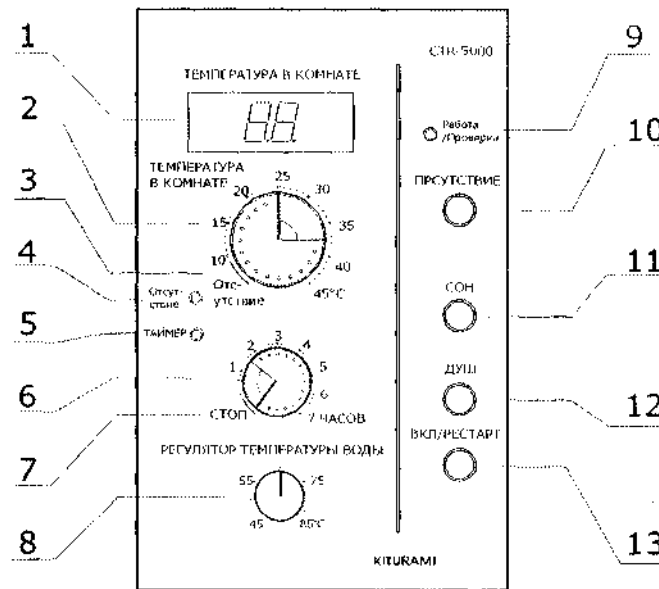

Рис. 12
- регулятор «ТЕМПЕРАТУРА В КОМНАТЕ» (Поз.2; рис. 12);
- отметка на шкале регулятора «ТЕМПЕРАТУРА В КОМНАТЕ» - «ОТСУТСТВИЕ» (Поз.3; рис. 12);
- регулятор «ТАЙМЕР» (Поз.6; рис. 12);
- отметка на шкале регулятора «ТАЙМЕР» - «СТОП» (Поз.7; рис. 12);
- регулятор «ТЕМПЕРАТУРА ВОДЫ» (Поз.8; рис. 12);
- кнопка «ПРИСУТСТВИЕ» (Поз. 10; рис. 12);
- кнопка «СОН» (Поз.11; рис. 12); кнопка «ДУШ» (Поз.12; рис. 12);
- кнопка «ВКЛ/РЕСТАРТ» (Поз.13; рис. 12).
- дисплей (Поз.1; рис. 12);
- светодиод «ОТСУТСТВИЕ» (Поз.4; рис. 12);
- светодиод «ТАЙМЕР» (Поз.5; рис. 12);
- светодиод «РАБОТА/ПРОВЕРКА» (Поз.9; рис. 12);
- подсветка кнопки «ПРИСУТСТВИЕ» (Поз. 10; рис. 12);
- подсветка кнопки «СОН» (Поз. 11; рис. 12); подсветка кнопки «ДУШ» (Поз. 12; рис. 12).
**Кнопка "ВКЛ/РЕСТАРТ"** (Рис. 12; поз.13). Элемент прибора, предназначенный для включения (выключения) прибора STR-5000 и котла.
**Дисплей** (Рис. 12; поз.1). Элемент прибора, предназначенный для отражения текущей температуры в помещении.
Дополнительно, дисплей отражает настройки и информирование, выполненные при программировании прибора. **Светодиод «РАБОТА/ПРОВЕРКА»** (Рис. 12; поз.9). Элемент прибора,
**«ТЕМПЕРАТУРА В КОМНАТЕ»** (Рис. 12; поз.2). Элемент прибора, предназначен для предварительной установки параметра обогреваемой температуры отопляемого объекта, или для включения функции «ОТСУТСТВИЕ» (Рис. 12; поз.3).
**Регулятор «ТАЙМЕР».** (Рис. 12; поз.6).
**Основная установка этого регулятора напротив отметки «СТОП».** (Рис. 12; поз.7).
**Регулятор «ТЕМПЕРАТУРА ВОДЫ».** (Рис. 12; поз.8). Регулятор предназначен для предварительной установки температуры теплоносителя в котле. Выбор этой температуры выполняется при помощи шкалы в диапазоне от 45°C до 85°C, с градацией шкалы, 2,0°C.
регулятором «Температура воды» (Рис. 12; поз.8);
регулятором "ТАЙМЕР" (Рис. 12; поз.6);